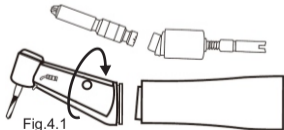

Fig.4.1
- 1) Gire a cabeça para separá-la da transmissão do contra-ângulo (Fig. 4.1);